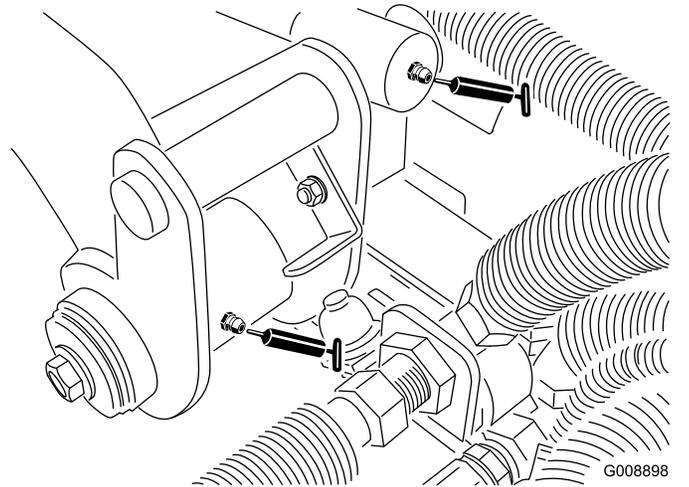

Figura 63
- Pivote y cilindro de elevación del brazo de elevación trasero (2 engrasadores – Figura 63)